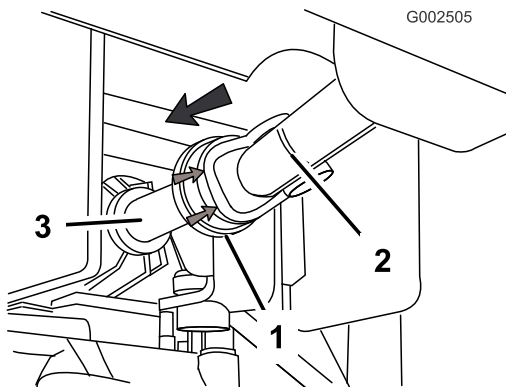

図 23
- ・ PTO 駆動シャフトの前部についているゴム製カウリングを後ろに引く (図 23)。
- ・ ポンプの駆動シャフトをPTO の出力シャフトに連結する (図 23)。